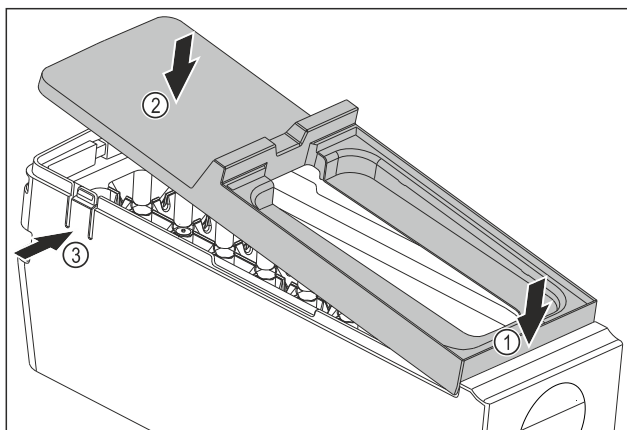

Fig. 139
- ▶ Смонтируйте крышку корпуса EasyTwist-Ice: Установите крышку спереди. Fig. 139 (1)
- ▶ Опустите крышку сзади. Fig. 139 (2)
- ▷ Крышка со щелчком фиксируется в накладках Fig. 139 (3).